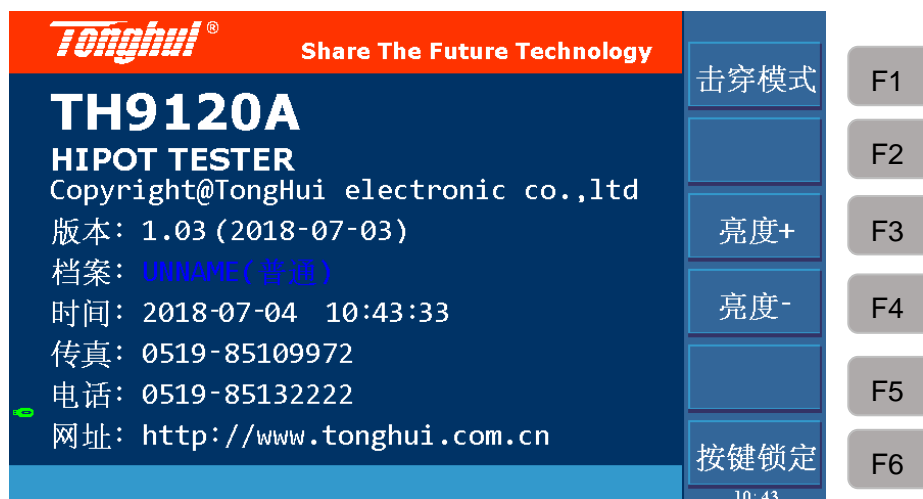

图 4-20
- 1、在非 TEST（测量）页面，即 SYSTEM 或 SETUP 界面，按【STOP】键进入图 4-20 所示界面。